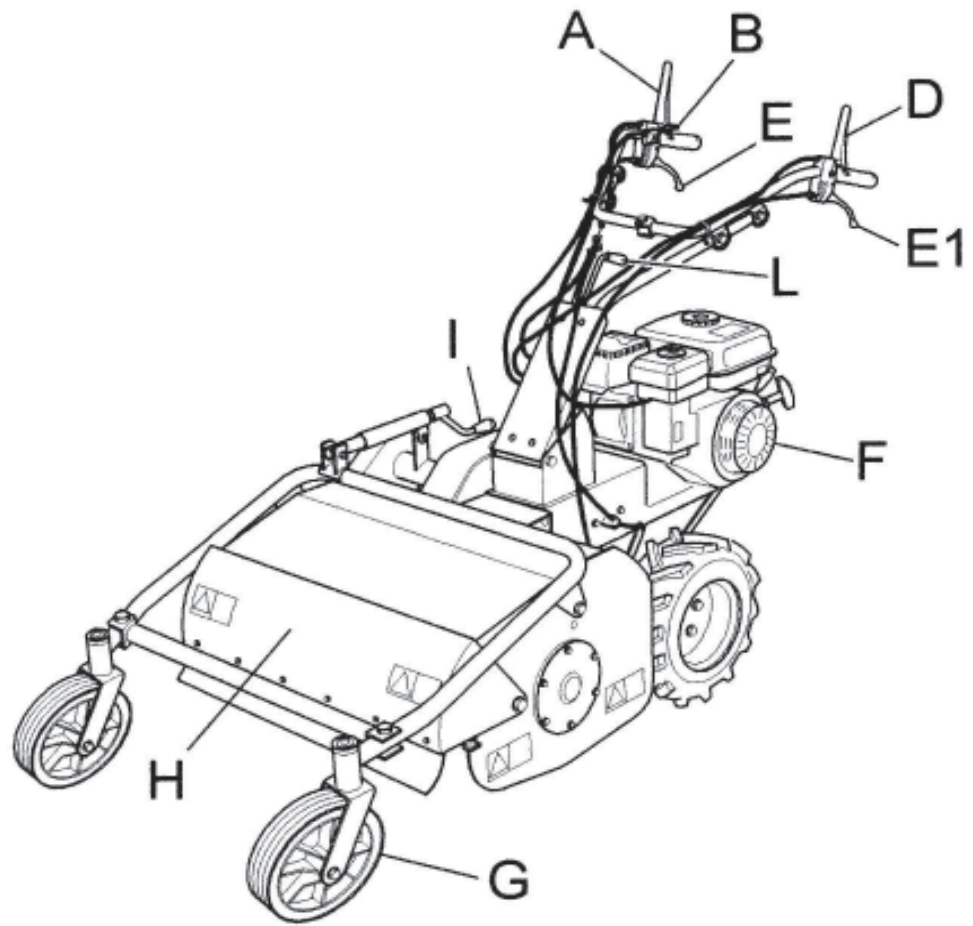
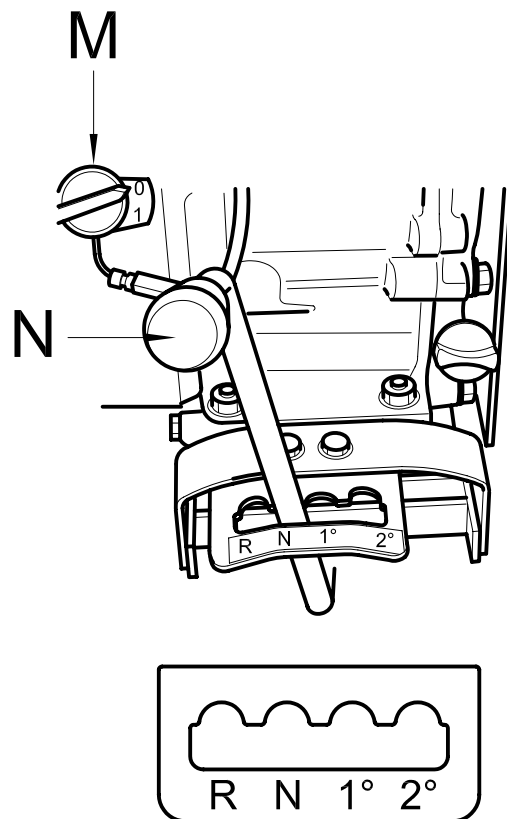

Abbildung 1
Abbildung 2
Die Frontabdeckung (Abb. 1, Pos. H) öffnet oder schließt sich automatisch je nach der Menge des zu schneidenden Grases. Mit geöffneter Abdeckung darf die Maschine nicht benutzt werden, da Gegenstände fortgeschleudert werden könnten.
*Sicherstellen, dass der Hebel (Abb. 2 Pos N) korrekt positioniert und fest in seiner Position blockiert ist; sollte dies nicht der Fall sein, kurz den Vorschubhebel (Abb. 1 Pos. A) betätigen, damit der Gang korrekt eingelegt werden kann.
- Vor dem Anlassen des Motors sicherstellen, dass beide Kupplungshebel (Vorschub Abb. 1, Pos. A und Messer Abb. 1, Pos. D) ausgerückt (losgelassen) sind; damit ist die Bremse automatisch eingelegt; nun den Schalthebel auf Leerlauf schalten (siehe Abb. 2 Pos. N)
- Die Schutzabdeckung vor den Messern (Abb. 1, Pos. H) muss während des Gebrauchs der Maschine stets geschlossen sein.